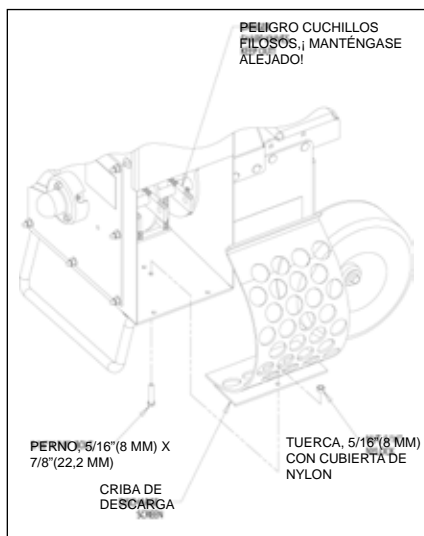

Figura 5.4 - Reemplazo de la criba de descarga
2. Retire el perno de 5/16" (8 mm) x 7/8" (22,2 mm) y la tuerca que sostienen la criba de descarga al bastidor. (Figura 5.4).